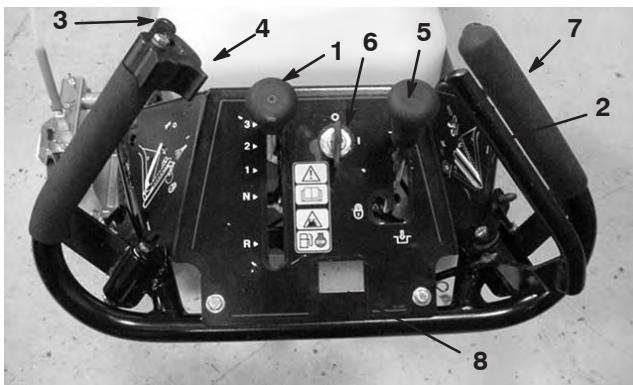

Bild 12
Der Schalthebel hat drei Vorwärtsgeschwindigkeiten und eine Rückwärtsgeschwindigkeit. Stellen Sie den Schalthebel in die gewünschte Position, um die Gänge zu wechseln. (Bild 12).
Zum Einkuppeln des Fahrantreibshebels müssen Sie den Hebel nach vorne gegen den rechten Handgriff drücken (Bild 12). Zum Auskuppeln den Hebel loslassen.
Drücken Sie den Hebel gegen den linken Handgriff, um das Malen zu beginnen (Bild 12). Lassen Sie den Hebel los, um das Malen zu stoppen.
Drehen Sie den Riegel über dem Farbhebel, um ihn zu arretieren (Bild 12). Verwenden Sie den Hebelriegel beim Malen langer Linien oder beim Reinigen der Anlage.
Schieben Sie den Hebel nach hinten, um die Bremse einzukuppeln. Schieben Sie den Hebel in die Neutralstellung, um die Feststellbremse einzukuppeln. Schieben Sie zum Auskuppeln der Feststellbremse den Hebel aus der Neutralstellung nach vorne (Bild 12).
Drehen Sie den Schlüssel in die EIN-Stellung, bevor Sie den Motor mit dem Rücklaufstarter anlassen (Bild 12). Drehen Sie den Schlüssel auf die AUS-Stellung, um den Motor abzustellen.
6. Drehen Sie den Zündschlüssel auf die Start-Stellung (Bild 12).
Das Linienmalgerät hat drei Vorwärtsgeschwindigkeiten. **1** ist langsam, **2** ist mittel (Malen) und **3** ist schnell (Transport) (Bild 12). **R** ist rückwärts.